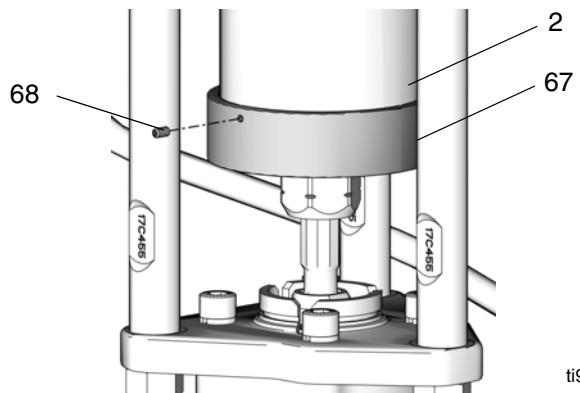

FIG. 10. Instale o coletor
4. Faça jog com o motor para mover o pistão deslizante (9) para o fundo do curso, permitindo recolocar a porca de acoplamento (14).
5. Certifique-se que os colares (13) estejam colocados na porca de acoplamento (14).
6. Coloque uma chave de 3/4 de polegada nas partes planas do pistão deslizante (9), para evitar que gire ao apertar a porca de acoplamento (14). Oriente a chave para que fique apoiada contra um dos pinos de ancoragens (3) ou no suporte. Aperte a porca de acoplamento (14) no pistão deslizante (9) e torqueie com 75 - 80 pés-lb (102 - 108 N·m).
7. Consulte a FIG. 10. Empurre o coletor (67) para o fundo do cilindro deslizante (2) para que ele assente de forma segura. Aperte os três parafusos de fixação (68) manualmente.